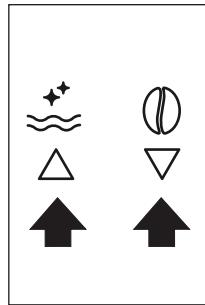
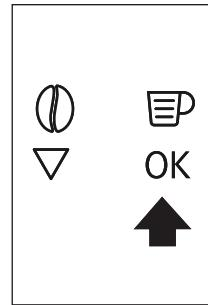

Fig. 9
Fig. 10
- Utilice los iconos Δ ∇ (B7 y B8) para seleccionar el idioma deseado (Fig. 9). Cuando aparezca el mensaje "PRESS OK TO CHOOSE ENGLISH" (pulse ok para seleccionar el inglés), pulse el icono OK (B9) (Fig. 10) durante 3 segundos hasta que aparezca el mensaje "ENGLISH INSTALLED" (ingles instalado). Si configura un idioma incorrecto, siga las instrucciones en la sección "Configurar idioma". Si su idioma no está disponible, seleccione uno de los idiomas mostrados. Las instrucciones hacen referencia a la versión en inglés. Después, siga las instrucciones visualizadas.
- Pulse la tecla táctil **ok** (B9) (Fig. 10) al cabo de varios segundos, sale un poco de agua del surtidor.